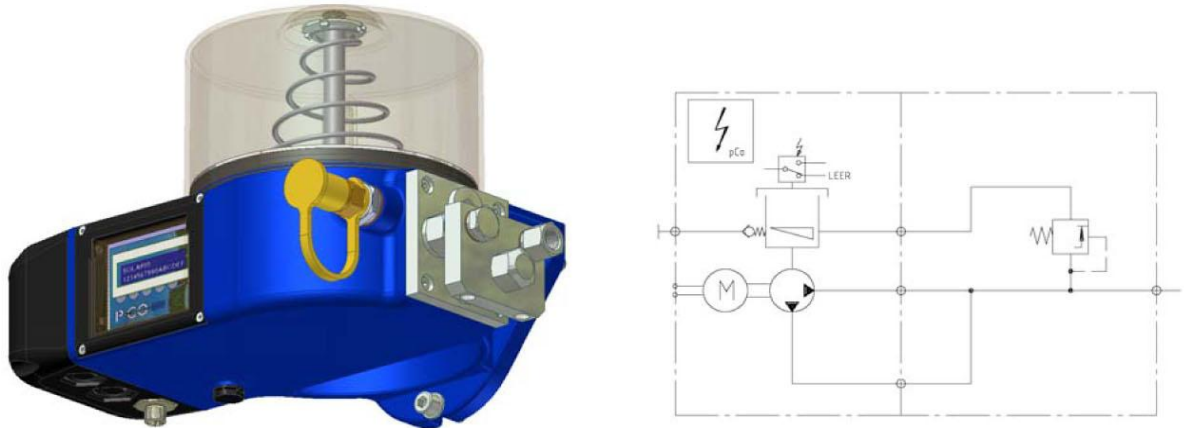

Рисунок 2. Вариант конструкции насоса со свободным стоком
В зависимости от области применения насоса, могут использоваться один или два предохранительных клапана (см. рис. 2) с подстраиваемым уровнем максимального давления от 160 до 300 бар. Эти клапаны должны быть установлены до монтажа. Дополнительный предохранительный клапан давления (23), настраиваемый с наружной стороны, может быть оборудован оптическим дисплеем, бесконтактным датчиком или только резьбовой пробкой. Это дает возможность подавать сигнал, если на насосе возникли перегрузки.